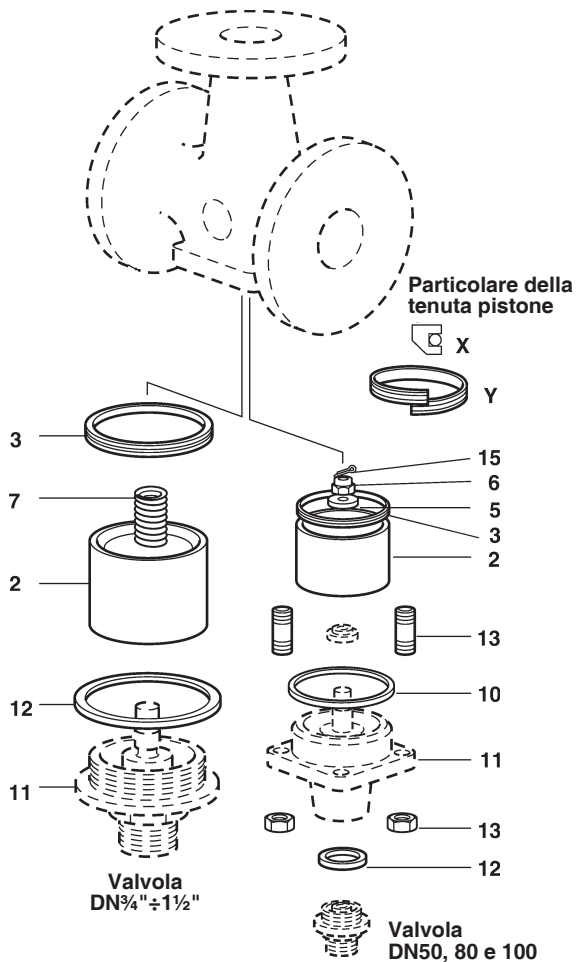

Fig. 11
### 4.2 Sostituzione dell'anello di tenuta pistone (vedere Fig. 11)
1. Svitare il cappello (11) e i dadi del coperchio (13) della valvola flangiata ed estrarre completamente il gruppo cappello-pistone.
2. Sfilare l'anello di tenuta pistone (3) dall'apposito alloggiamento nel corpo e pulire quest'ultimo accuratamente.
3. Collocare il nuovo anello nell'apposito alloggiamento del corpo valvola in modo che il bordo smussato sia rivolto verso l'interno della valvola, come mostrato in Fig. 11 (X); tenendo ferma un'estremità dell'anello già inserita nell'alloggiamento, introdurre gradualmente la restante parte dell'anello in modo che i lembi estremi si sovrappongano, come mostrato in Fig. 11 (Y).